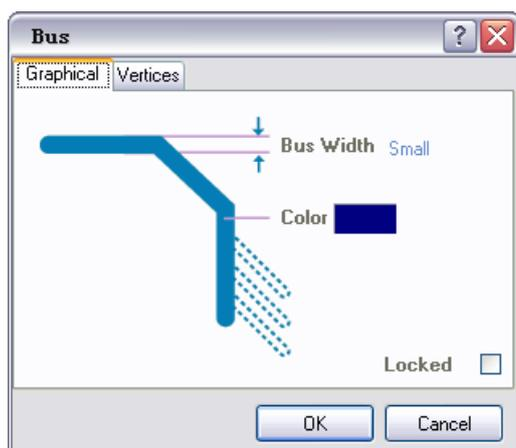

图 3-71 总线属性设置对话框
- 绘制总线：选择【Place】菜单的【Bus】命令，或是点击工具栏的图标进入总线绘制状态。读者会发现总线其实就是较粗的导线，因此总线的绘制方法和属性设置与导线一样，在绘制总线过程中可以按下【Tab】键设置总线属性，如图 3-71，各属性项目与导线均相同，在此就不累述，请读者自行